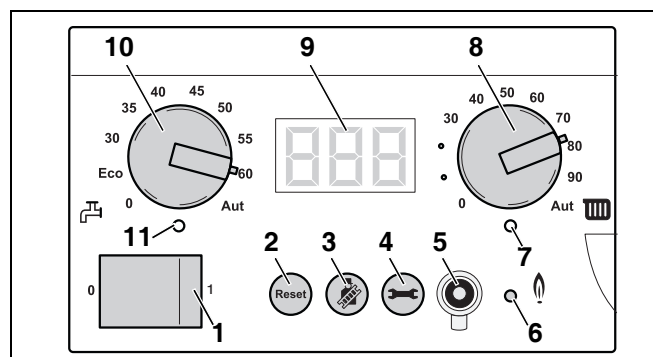

Fig. 59 Basiscontroller BC10
- Drej drejeknappen til den maksimale kedeltemperatur (fig. 59, pos. 8) og drejeknappen til den nominelle værdi for varmt vand (fig. 59, pos. 10) til venstre til stillingen "0".